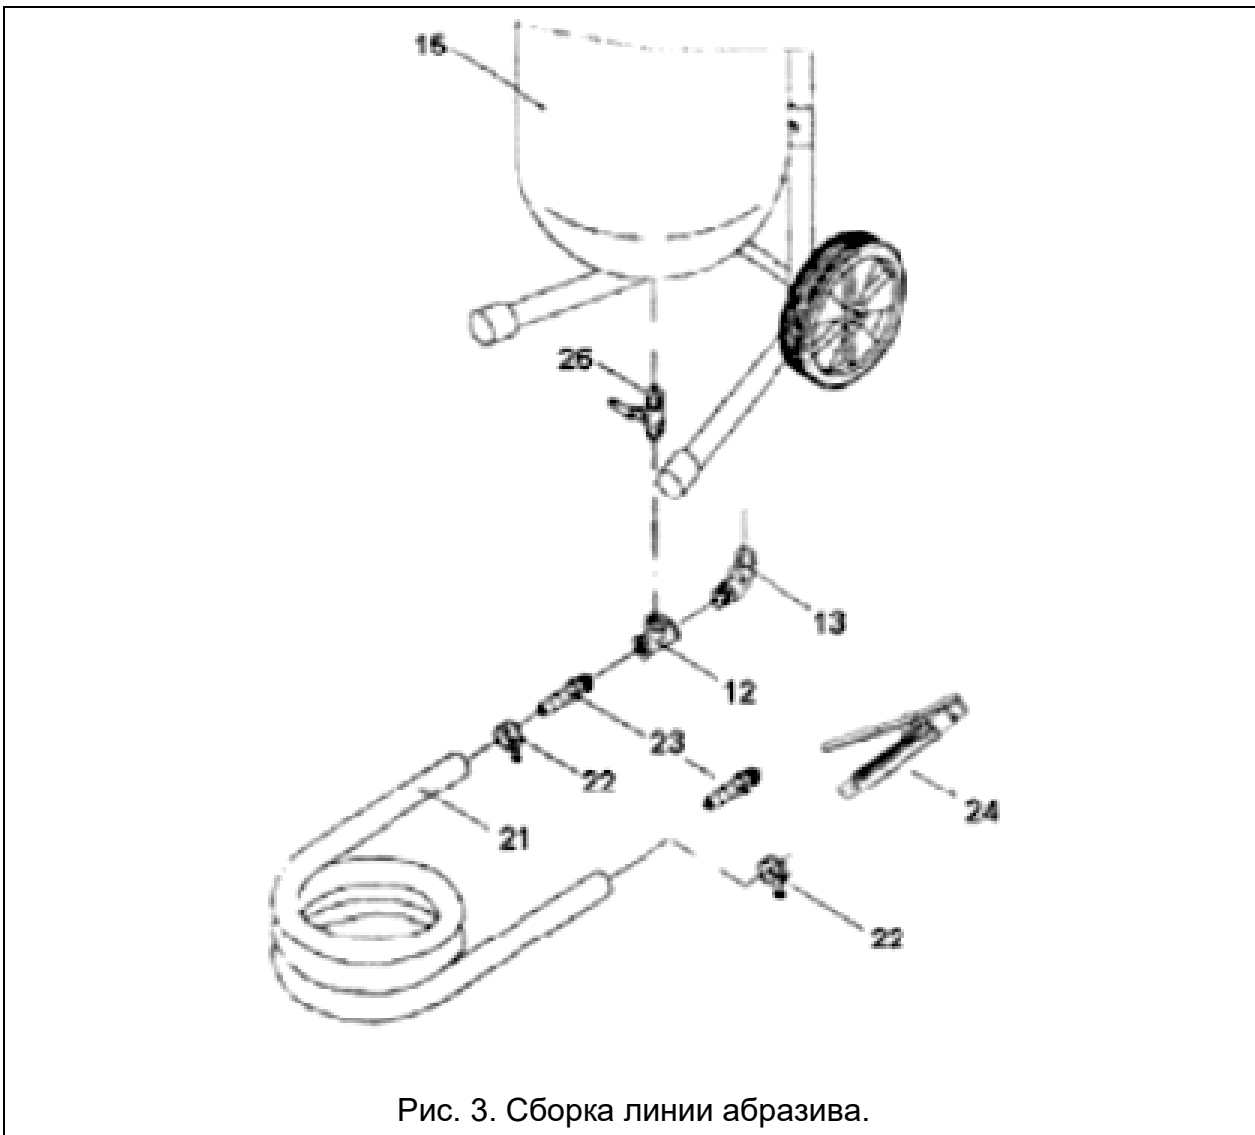
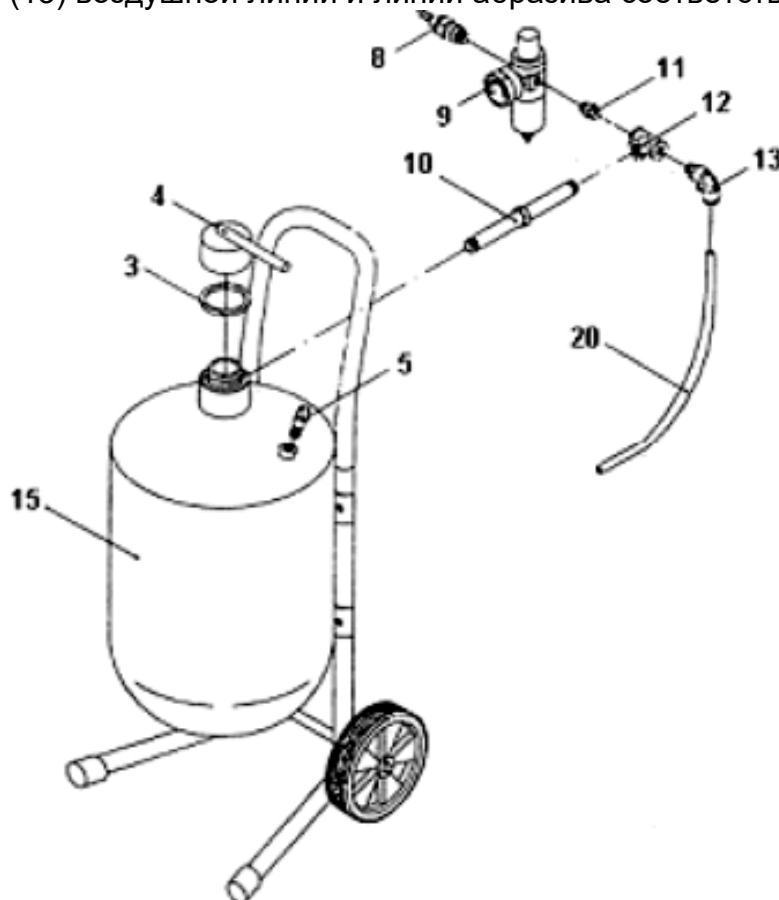

Рис. 3. Сборка линии абразива.
Рис. 4.
- Вверните штуцер (8) во входное отверстие фильтра-регулятора (9).
- Вверните в выпускное отверстие фильтра-регулятора (9) через проходник (11) впускной коллектор (12). Манометр фильтра-регулятора должен быть обращен в сторону как на Рис. 4.
- Вверните монтажную трубу (10) в боковое отверстие впускного коллектора (12).
- Полученную сборку свободным концом монтажной трубы (10) вверните в резьбовой порт на вершине резервуара (15).
- Вверните предохранительный клапан (5) в резьбовое отверстие верхней части резервуара (15).
- Наверните крышку(4) на засыпную горловину резервуара через уплотнительное кольцо (3).
- Вверните угловой соединитель (13) в свободное отверстие впускного коллектора (12).
- Удостоверьтесь, что концы угловых соединителей (13) на Рис. 3 и на Рис. 4 направлены друг к другу.